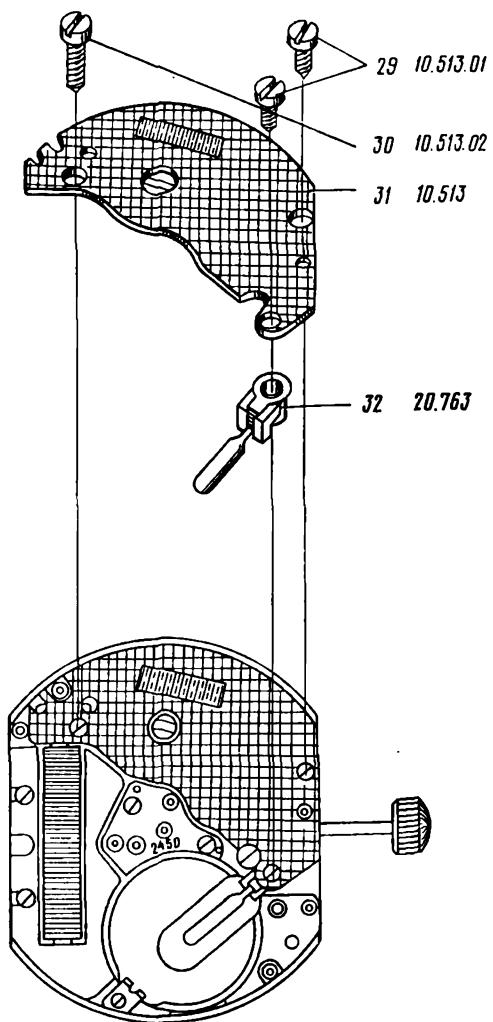

Рис. 147. Примечание: при демонтаже блока кварцевого генератора избегать повреждения токоведущих частей и элементов блока.
33. Отвернуть и снять винты 29, 30 блока кварцевого генератора (рис. 147)